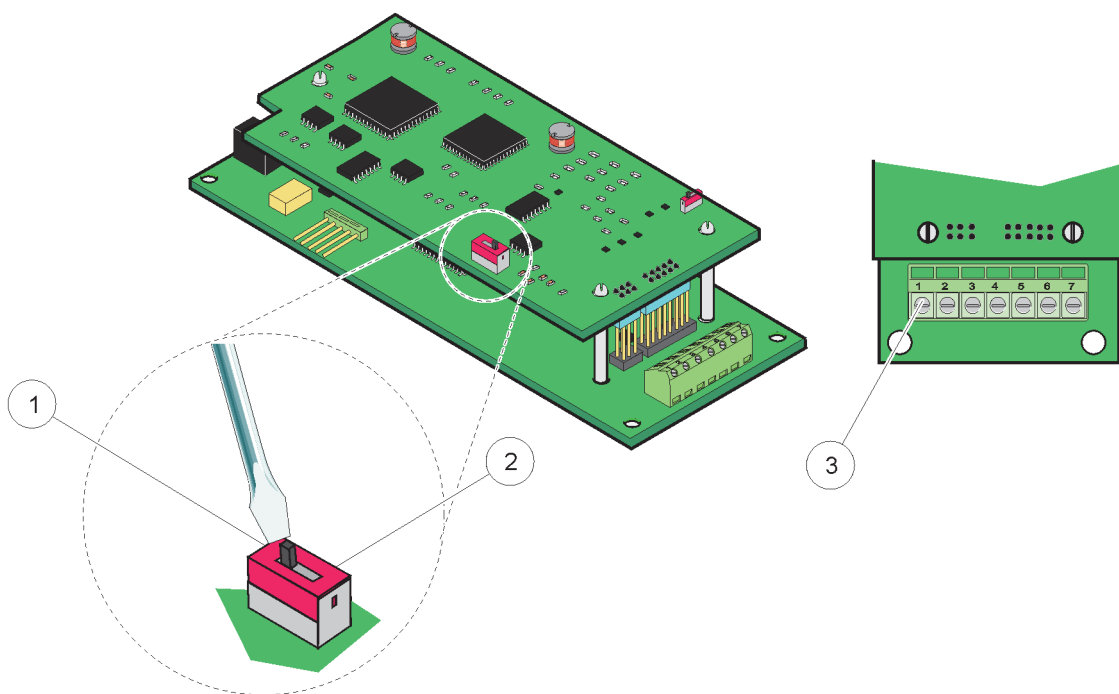

Рисунок 26 Соединения платы Profibus DP (YAB020 до декабря 2013 года)
4. Пропустите кабель через основание модуля, хорошо подготовьте и вставьте каждый провод в клемму в соответствии с Рисунок 26 и Таблица 9. Убедитесь в том, что экран подключен к контактной площадке с резьбой на плате.